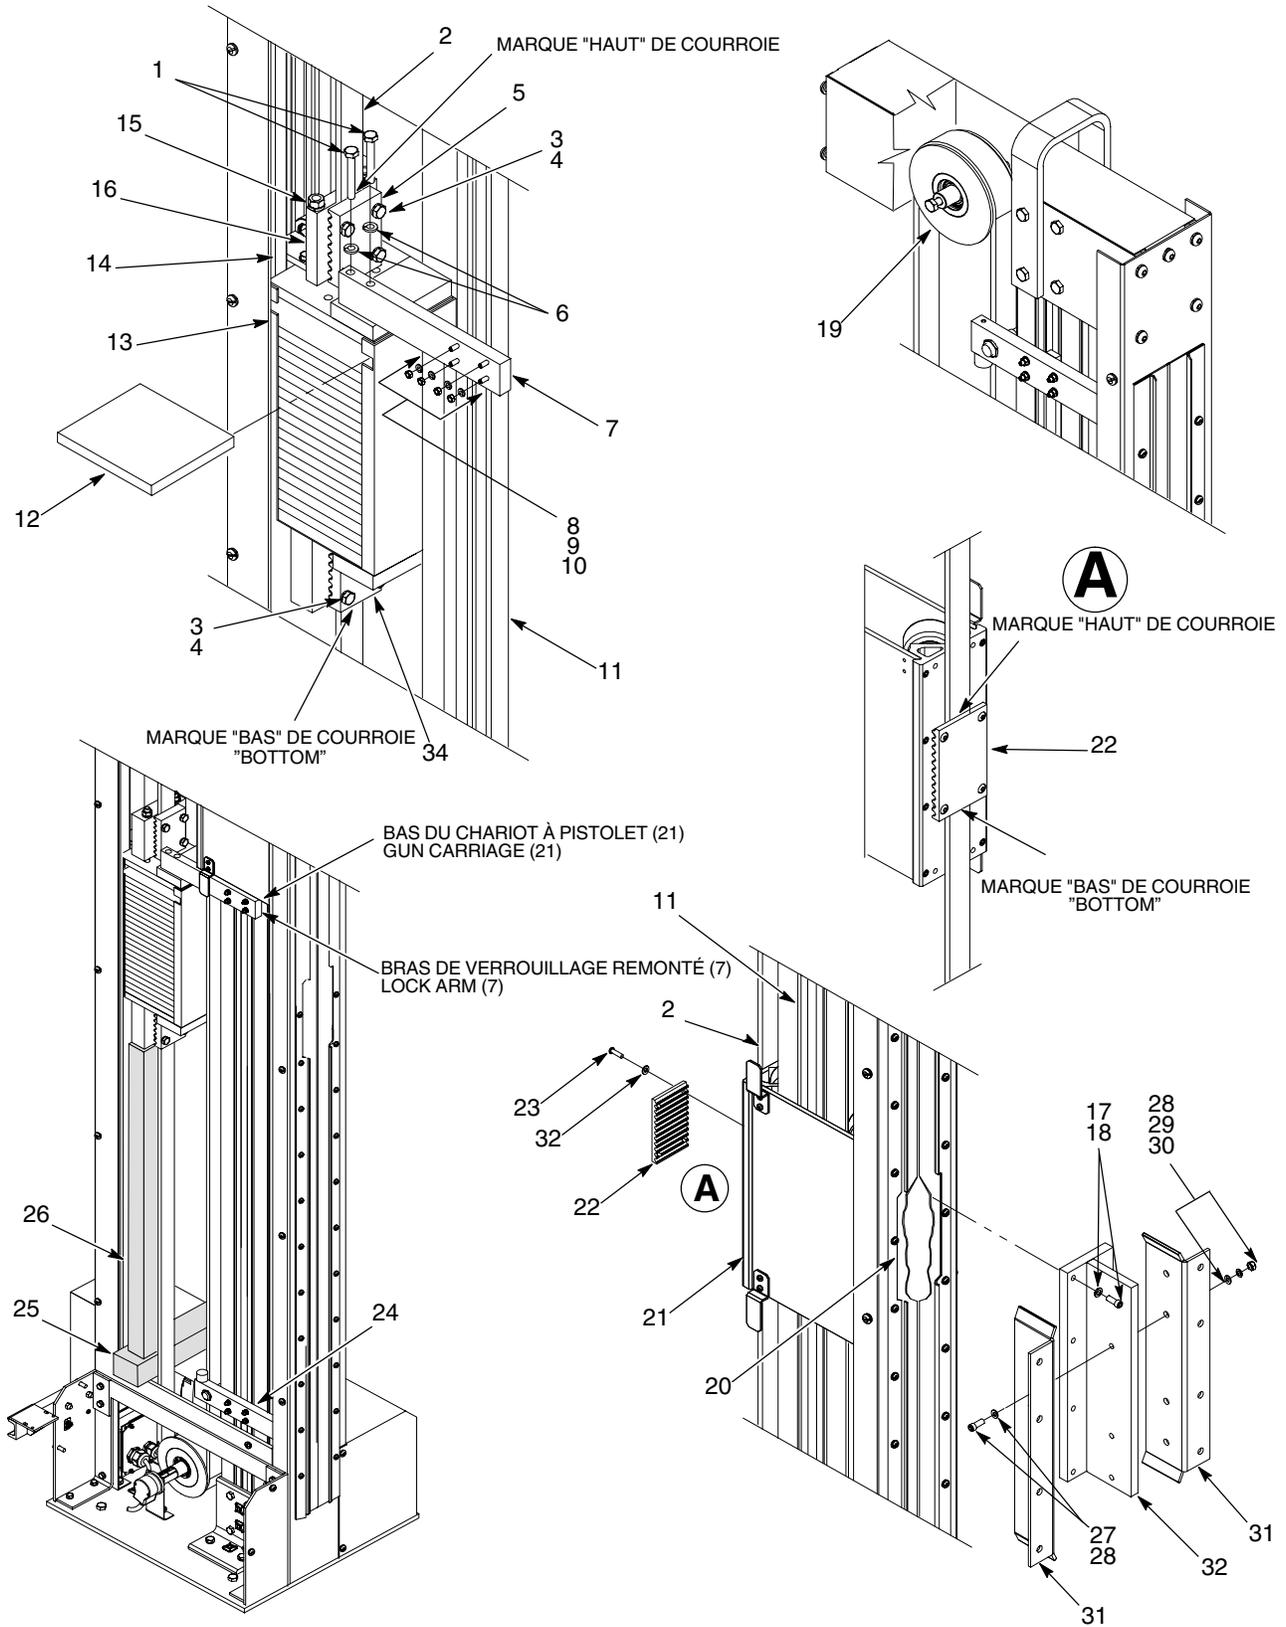

Fig. 14 Montage du support du chariot à pistolet
- a. Déplacer manuellement le chariot à pistolet (14) jusqu'à ce que la surface soit positionnée légèrement au-dessus de la cage à contrepoids (7).
- b. Poser les boulons pour rainure en T (12) en les faisant passer par l'arrière du bras de verrouillage (9). Monter le bras de verrouillage sur la cage à contrepoids (7) à l'aide des rondelles frein (15) et des vis (16). Serrer fermement les vis.
- c. Déplacer manuellement le chariot à pistolet (14) vers le bas jusqu'à ce qu'il entre en contact avec le dessus du bras de verrouillage (9).
- d. Insérer les boulons pour rainure en T (12) dans la piste du chariot à pistolet (13). Poser les rondelles frein (11) et les écrous (10) sur les boulons pour rainure en T. Serrer fermement les écrous.
- e. Repérer la position du chariot à pistolet (21) sur la piste du chariot à pistolet (11).
- f. Repérer la position de la cage à contrepoids (13) sur la piste de la cage à contrepoids.
4. Retirer les pistolets et le support de pistolet de leur plaque de montage (18).
5. Noter le nombre de contrepoids (8) et les retirer de leur cage (7).
6. Voir la figure 14. Après avoir retiré tous les pistolets, supports de pistolet et contrepoids, effectuer les opérations suivantes :
- a. Desserrer les écrous (9) du bras de verrouillage (7) jusqu'à pouvoir tourner les boulons pour rainure en T (8) de 90 degrés et les sortir des fentes dans la piste du chariot (11). Retirer les vis (1) et les rondelles freins (6) qui fixent le bras de verrouillage du chariot (7) au dessus de la cage à contrepoids (13). Retirer le bras de verrouillage (7).
- b. Déplacer manuellement le chariot à pistolet (21) par la came (20) dans l'élément de retenue du joint à lèvres.
7. Retirer les boulons latéraux (27), les rondelles frein (29), les rondelles (28) et les écrous (30) qui fixent les plaques de montage des pistolets (31) au bloc de montage (32).
8. Retirer les vis (17) et les rondelles freins (18) qui fixent le bloc de montage (32) à l'avant du chariot à pistolet (21).